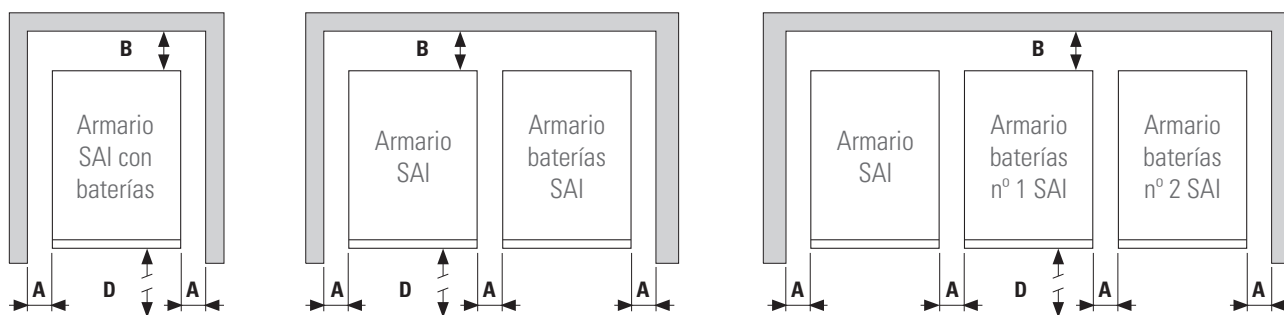

Fig. 14. Cotas mínimas periféricas para la ventilación del SAI.
- En la Fig. 14 se muestra a modo de ejemplo, casos típicos en función del modelo. El que está compuesto de una única caja (SAI con las baterías en su interior) y el del SAI con las baterías en caja independiente o autonomías extendida.